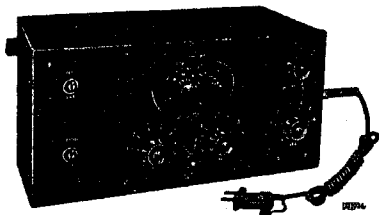

Fig. 3
1. Een service-oscillator (G.M. 2880, fig. 3), een kunsttanne voor 200—3000 m. ( $200 \mu\mu\text{F}$ ,  $25 \mu\text{H}$  en  $20 \text{ Ohm}$ ) en een kunsttanne voor 14—200 m. ( $400 \text{ Ohm}$ ).